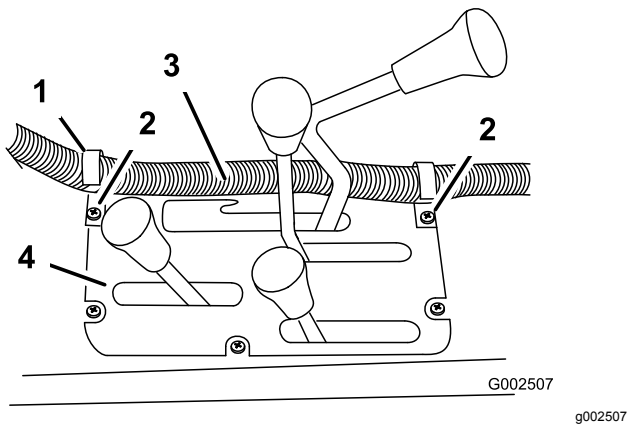
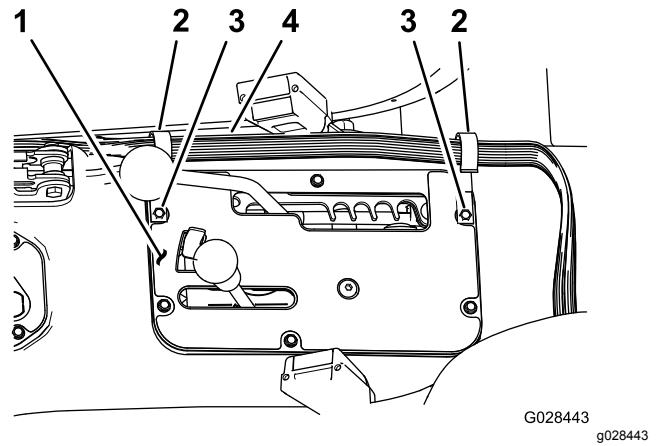

Figura 20
Figura 21
1. Installate 2 fermagli a J sul quadro centrale nei punti indicati in Figura 20 o Figura 21 usando le viti esistenti.